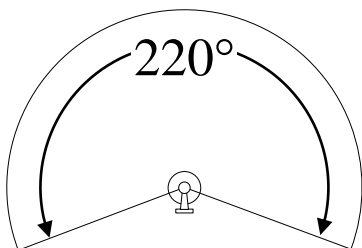

Fig. 1
1. Cuando elija una ubicación, tenga en mente el rango máximo del sensor de movimiento de 30 pies y el ángulo de detección de 220° (**Fig. 1**). Además, considere el ángulo de detección en descenso de 15° (desde la horizontal) (**Fig. 2**). Montar el luminario muy arriba o frente a una superficie en declive puede afectar la efectividad del sensor de movimiento.